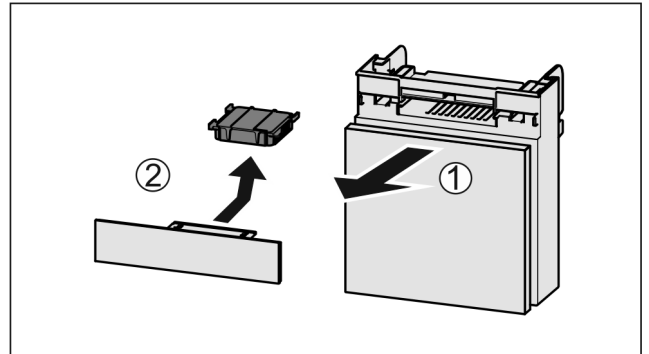

Fig. 199
- Vedä lokero etukautta pois Fig. 199 (1).
- Poista aktiivihiilisuodatin Fig. 199 (2).